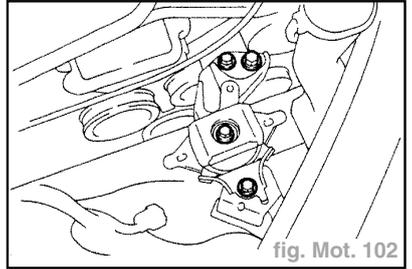

fig. Mot. 102
- Reposer le silentbloc de support de fixation moteur avec les 3 boulons et l'écrou (fig. Mot. 102).